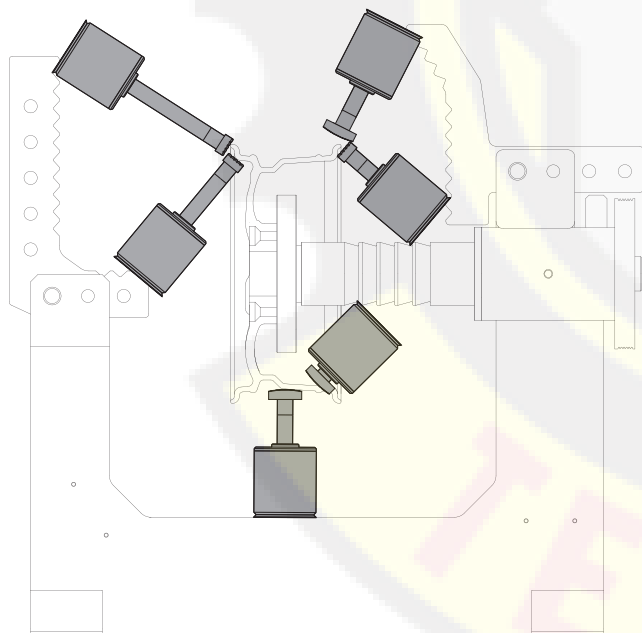

рис.5
**Примечание. Установку рабочего гидроцилиндра проводите в соответствии с рекомендуемыми положениями (см.Рис.5).**